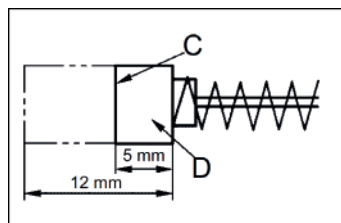

Рис. 4
- Предельный износ угольных щеток – остаток менее 5 мм (рисунок 4).